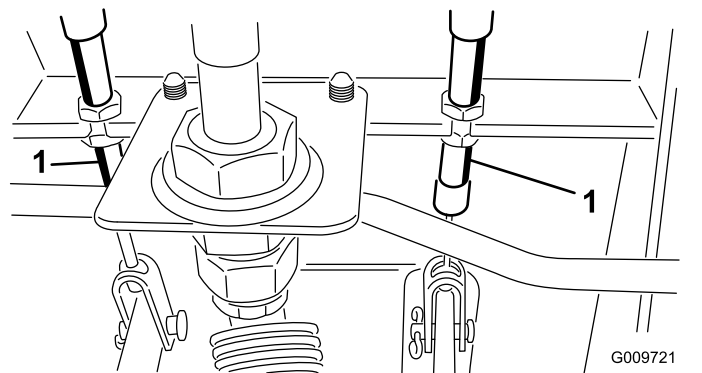

Figure 80
- Desserrez l'écrou avant sur l'extrémité filetée du câble de frein (Figure 80).